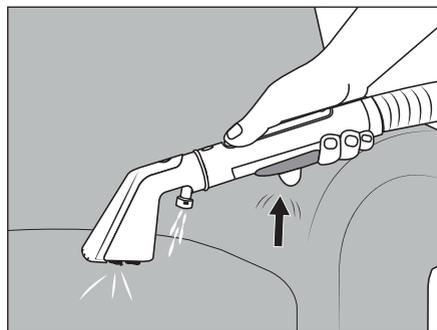

Fig. 6
- ◆ Togliere il flessibile di spruzzo/aspirazione (19) dai reggitubo (15/16).
- ◆ Inserire il reggitubo (15) nell'apparecchio.
- ◆ Sostenere saldamente il flessibile di spruzzo/aspirazione (19) dall'estremità superiore.
- ◆ Sostenere la bocchetta per imbottiture (22) a 2-3 cm sopra l'area da pulire e azionare il tasto di spruzzo (20) per applicare acqua/soluzione detergente dall'ugello vaporizzatore (26) (vedere fig. 6).